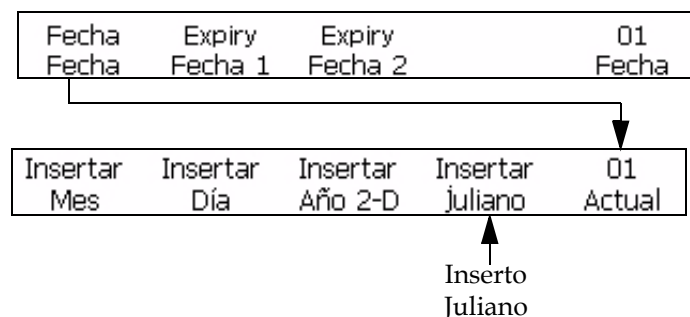

Figura 5-42: Marco <01 Fecha>
- 1 Comience en el marco <01 Actual> (01 Edición > 02 Edición - Insertos > 01 Inserto - Fecha > 01 Fecha - Fechas Actuales > 01 Actual). Consulte la Figura 5-42.